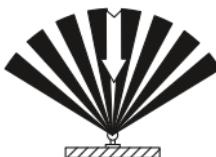

Рисунок 6
3.2.5 Установку прожектора ИО 150Д, ИО 500Д осуществлять на высоте от 2 до 3,5 м. При выборе места установки прожектора ИО 150Д, ИО 500Д необходимо учитывать, что наибольшую чувствительность датчик движения имеет, когда движущийся объект перемещается перпендикулярно лучам зоны обнаружения рисунок 6).